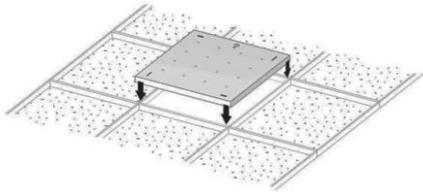

Рисунок 4 — Установка светильника Geniled серии Офис в подвесной потолок.
- 3) Установите светильник Geniled на монтируемое место (Рисунок 4). Следите за тем, чтобы кабель не оказался зажат между элементами конструкции потолка и светильника. Убедитесь, что светильник надежно закреплен на потолке.